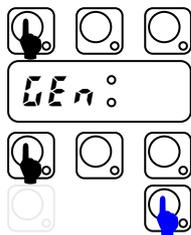

Bild 3.1
- In die Anwendereinstellungen gehen durch mindestens **5 Sekunden** langes Drücken der Tasten EIN/AUS und ZYKLUS_1; im Display erscheint **GEN** (Bild 3.1).